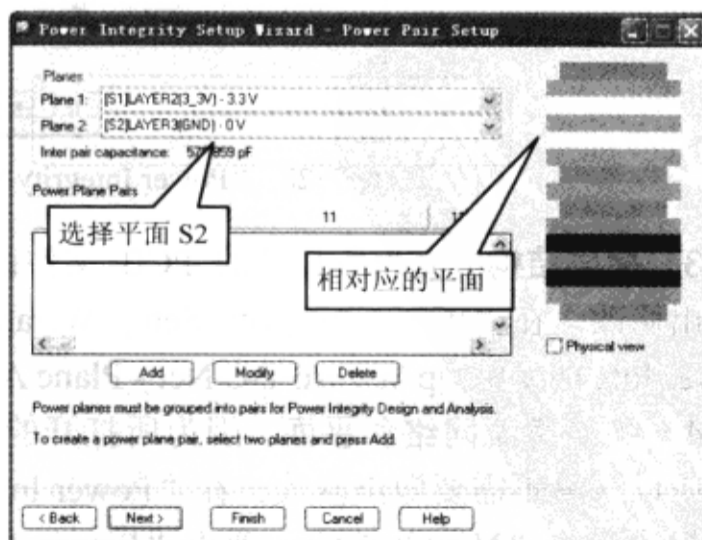

图 10-7-32 为平面对选择平面 (2)
(2) 在 “Planes” 区域的 “Plane 2” 栏中选择 “[S2]Layer3(GND)-0V” 电压平面，如图 10-7-32 所示。